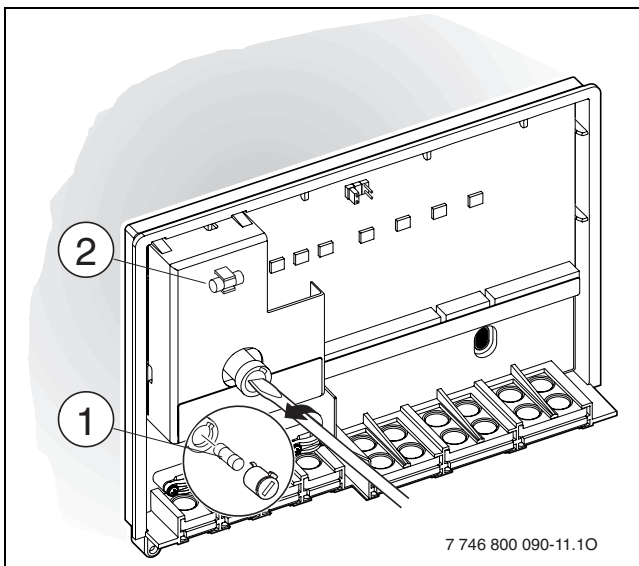

Рис. 13
- ▶ Замінити запобіжник (1) на такий самий тип (2,5 АТ, керамічний, наповнений піском) (→ рис. 13). Запасний запобіжник (2) знаходиться на кришці модуля ICM.